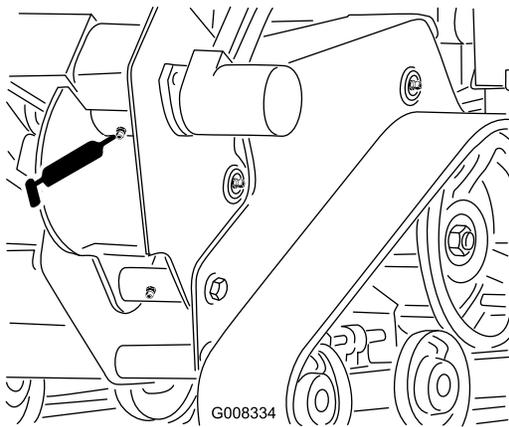

Figura 27
3. Limpe o bocal de lubrificação da caixa do abre-valas com um pano e ligue-lhe uma pistola de lubrificação (Figura 27).